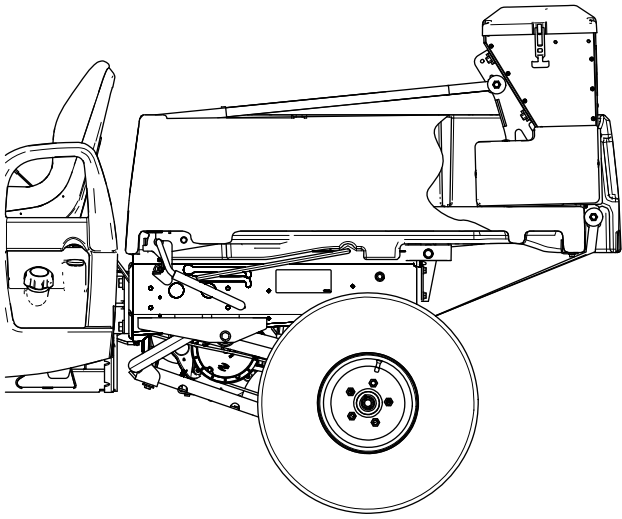

图19
- 将撒布机滑到 UTV 车箱上，直至车箱止动装置接触到车箱（图19）。